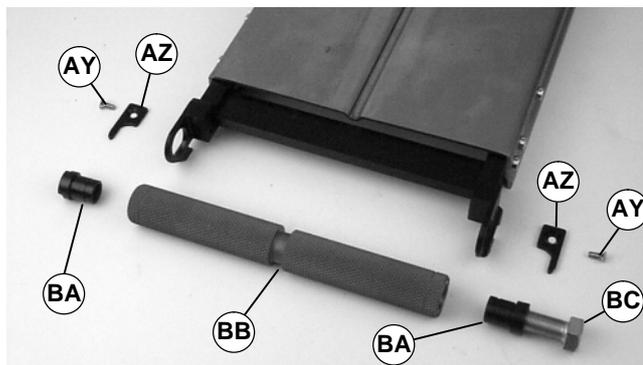

Abbildung 37
- Die zwei (2) Schrauben entfernen (AY siehe Abbildung 37).
- Zwei Clips entfernen (AZ).
- Die Schraube (Teilnr. 906-278*) in die Lagerhülse(n) (BC siehe Abbildung 37) installieren (BA). Die Lagerhülse(n) entfernen (BA).
HINWEIS: Falls die Lagershülse (BA siehe Abbildung 37) nicht herausgleitet: